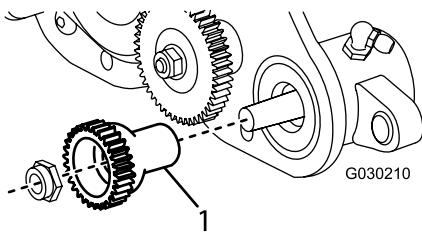

Figura 11
7. Applicate del grasso alla superficie di tenuta dell'ingranaggio condotto, come illustrato nella Figura 11.